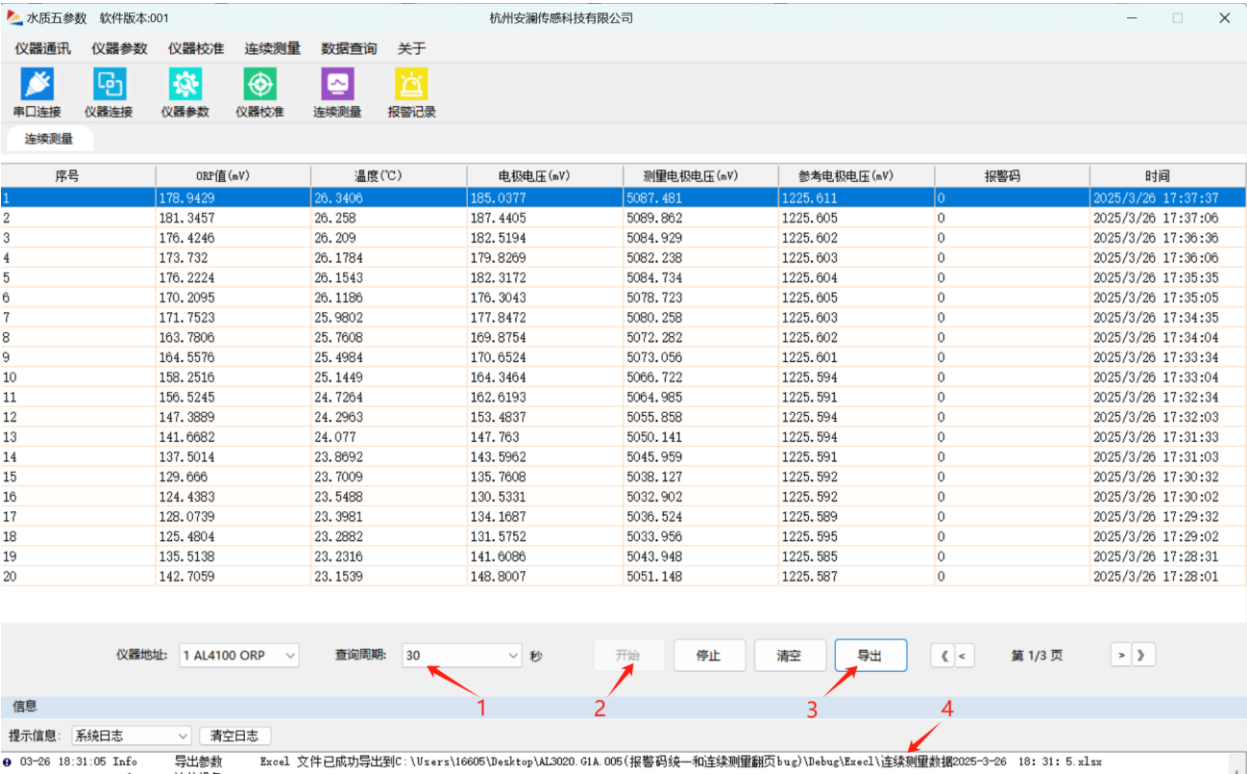

图 3-4 连续测量界面
1) 查看实时测量值: 在“连续测量”界面下，下拉选择查询周期（1/5/10/30/60s）可选，点击“开始”，软件开始采集实时测量数据并逐行显示，如图 3-4 所示。